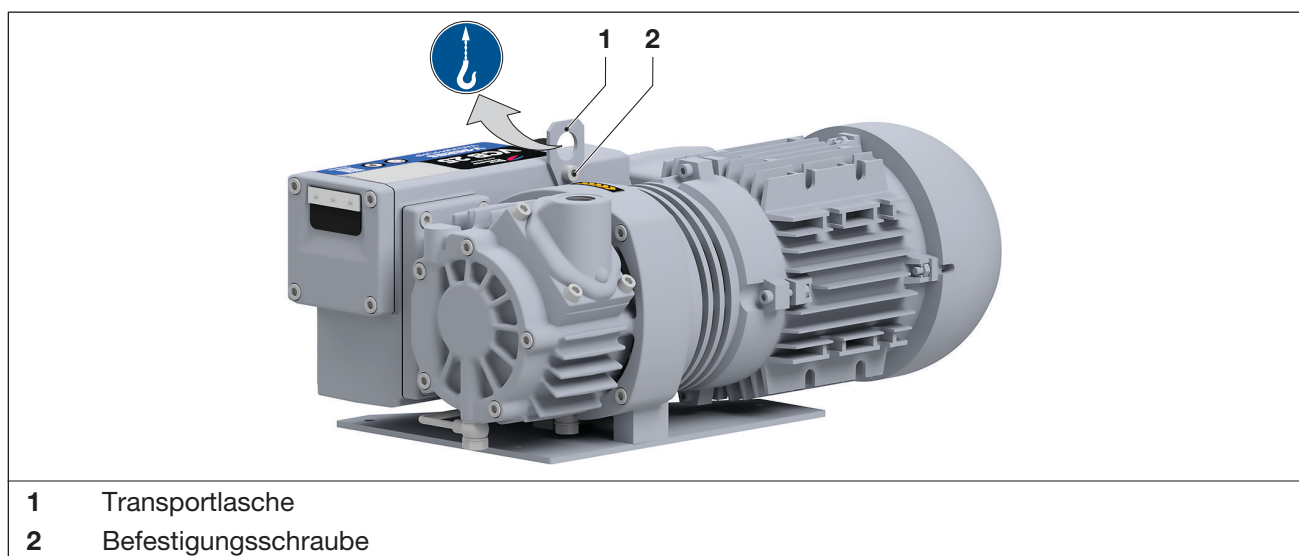

Abb. 1 Lastaufnahmemittel zum Anheben und Transportieren
- b) Die Befestigungsschraube (Abb. 1/2) an der Transportflasche fest anziehen.
- c) Zum Anheben der Maschine, diese mittels Hebezeug an der Transportflasche (Abb. 1/1) aufhängen.